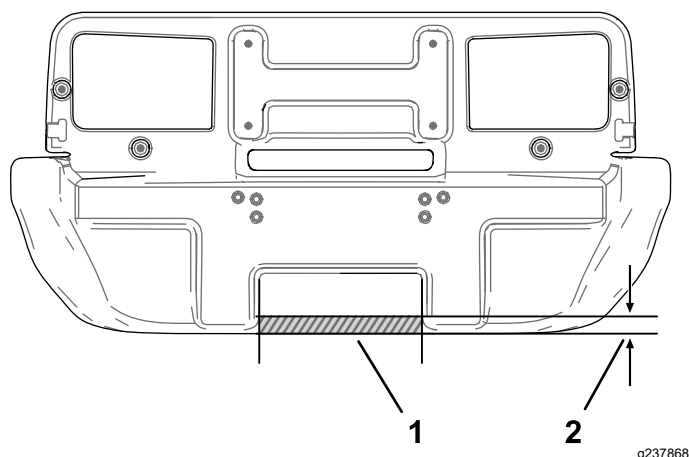

Figure 60
1. Au dos du pare-chocs, faites un repère à 25 mm au dessus du bas du pare-chocs, dans la partie creuse centrale, comme montré à la Figure 60.